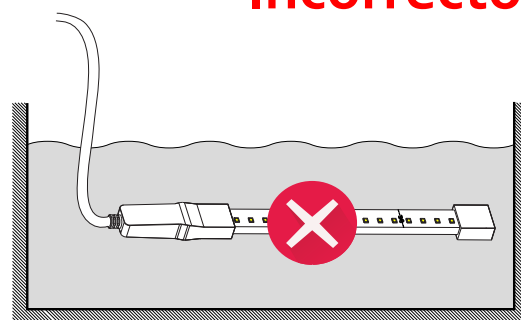

Fig. 2.1
- No sumerja la tira en agua (Fig. 2.1) ni utilice el producto cerca de agua estancada u otros líquidos.